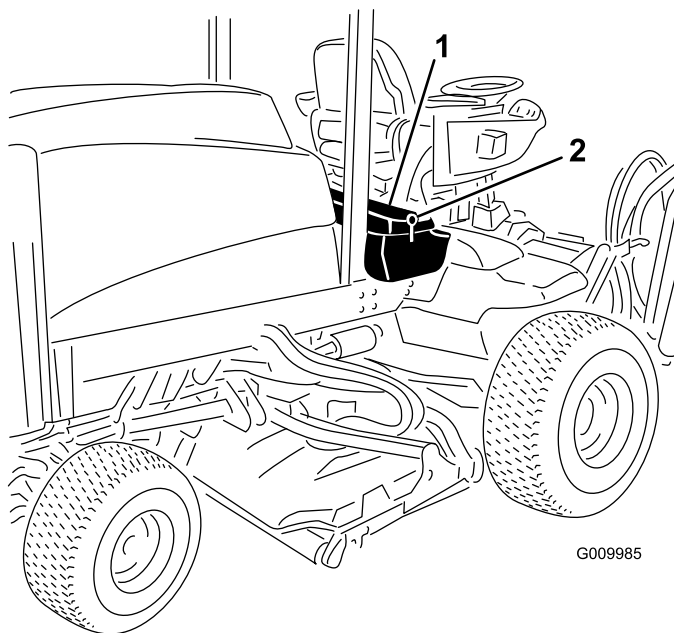
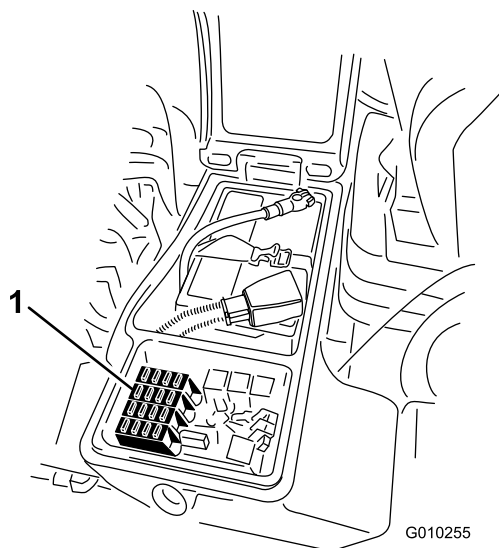

図 95
図 96
1. 右側の物入れのカバーのラッチを外してベルトカバーを外し 図 95、ヒューズブロックを露出させる 図 96。
2. 必要に応じてヒューズを交換する 図 96。
3. 右側の物入れのカバーを閉じてラッチで固定する図 95。